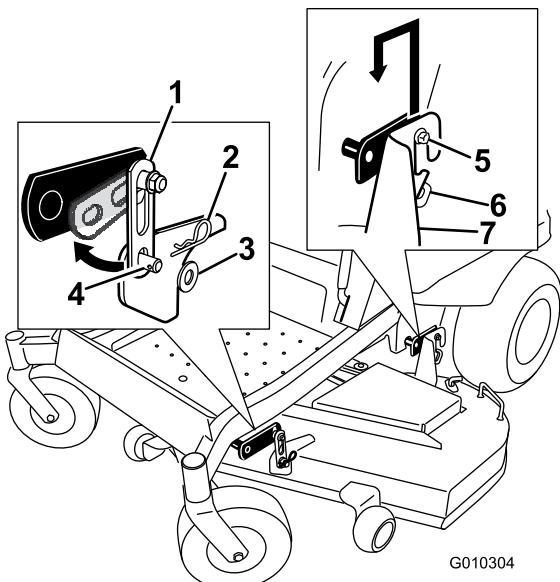

**Figura 71**
- Extraiga los ganchos a resorte de las ranuras de los soportes de las pletinas de suspensión en cada lado de la plataforma (Figura 71).
sujételas con una arandela y un pasador de horquilla (Figura 71).